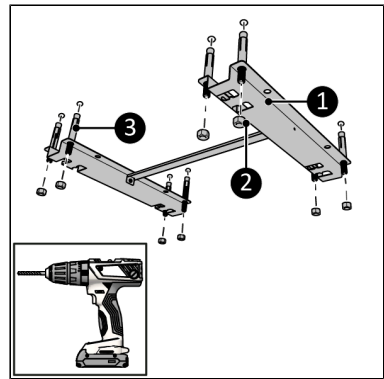

Abbildung 66.
4. Platzieren Sie die Halterung an der Decke und markieren Sie die acht Löcher (Abbildung 66).
6. Platzieren Sie die Ankerbolzen (Abbildung 66, Pos. 3).
7. Befestigen Sie die Halterung (Abbildung 66, Pos. 1) mit den acht Muttern (Abbildung 66, Pos. 2) an der Decke.